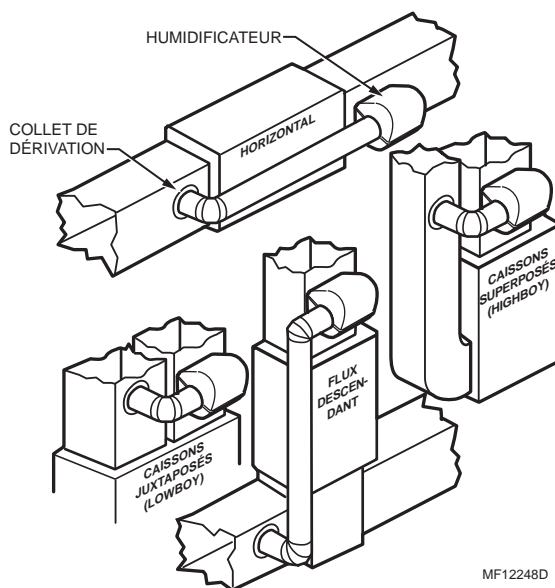

Fig. 1. Emplacements types de l'humidificateur.
1. Choisir l'endroit sur la gaine d'alimentation (air chaud) ou la gaine de retour d'air où installer l'humidificateur (voir la figure 1).
2. Choisir l'endroit où installer le collet de dérivation sur la gaine opposée. Voir la figure 1. (L'humidificateur est conçu pour permettre le montage de la gaine de dérivation sur l'un ou l'autre des côtés de l'appareil. Voir la figure 2.)